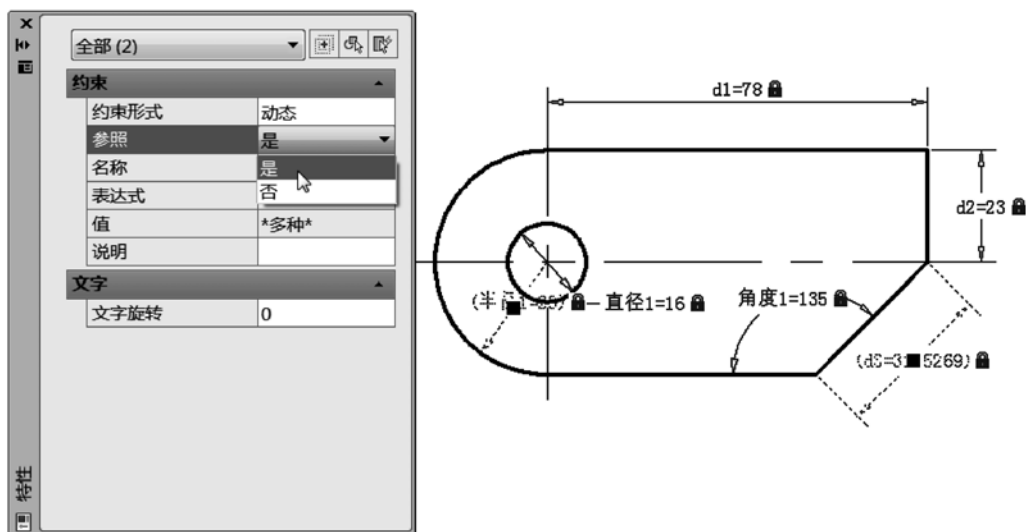

图 11-32 更改为参照参数
9) 将两个选定的动态标注约束更改为参照参数。选择对齐标注约束和半径标注约束，接着单击“特性”按钮（可以在“快速访问”工具栏或功能区“视图”选项卡的“选项板”面板中找到“特性”按钮），打开“特性”选项板，从“参照”下拉列表框中选择“是”选项，如图 11-32 所示。